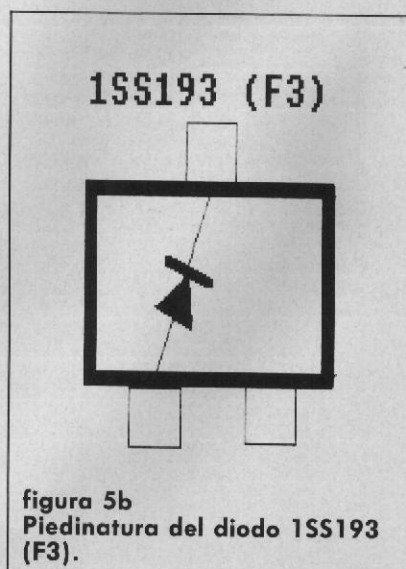

figura 5b
2) saldare un diodo 1SS193 (F3, figura 5b), nella posizione D 11;